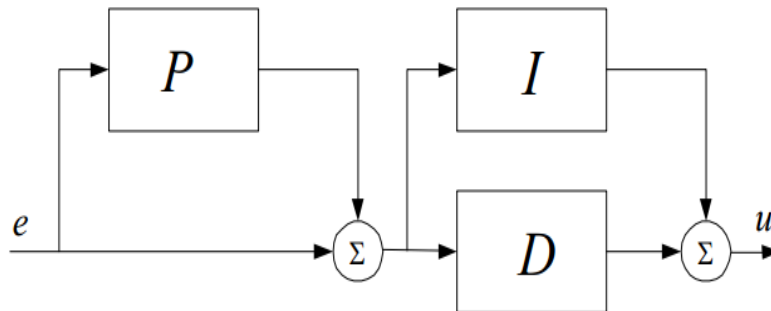

Figura 2. Forma interactiva controlador PID.
La expresión (2) corresponde a la función de transferencia de un controlador PID Interactivo el cual está representado en el diagrama de bloques en la Figura 2: